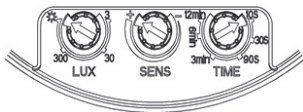

Рис. 13
1. Поверните ручку регулировки времени против часовой стрелки до минимума, поверните ручку «LUX» по часовой стрелке до максимума (солнце), ручку регулировки «SENS» по часовой стрелке до максимума (+) (рис. 13);